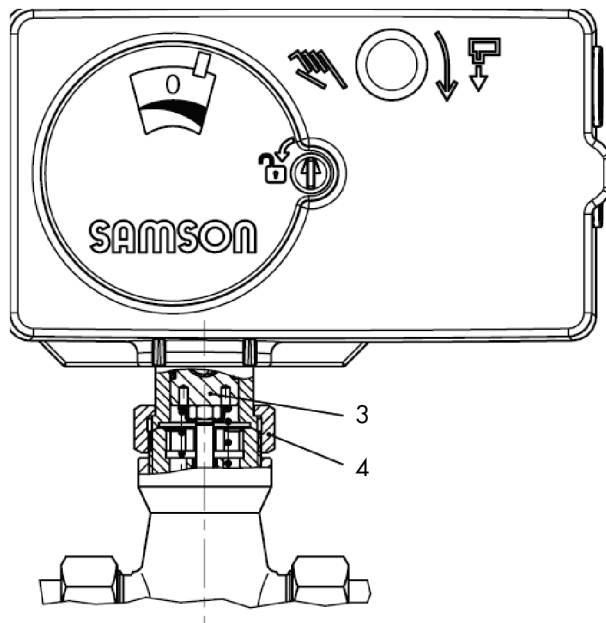
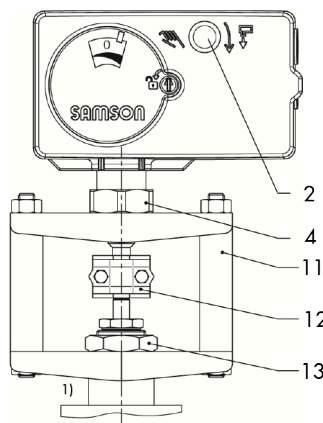

Bild 8: Kraftschlüssiger Anbau mit Überwurfmutter, z. B. an Ventil Typ 3222
Bild 9: Formschlüssiger Anbau mit Kupplung, z. B. mit Joch an Ventil
Der Antrieb wird je nach Ausführung des zugeordneten Ventils direkt oder über ein Joch mit dem Ventil verbunden (vgl. Bild 8 und Bild 9).
5.4.1 Antrieb ohne Sicherheitsfunktion**Kraftschlüssiger Anbau (vgl. Bild 8)**
Formschlüssiger Anbau (vgl. Bild 9)
3. Kegelstange bis zur Antriebsstange hochziehen oder Antriebsstange mit Handsteller (2) ausfahren.
4. Kupplungsschellen (12) aus dem Zubehör an Antriebs- und Kegelstangenende ansetzen und fest verschrauben.
5.4.2 Antrieb mit Sicherheitsfunktion**Kraftschlüssiger Anbau (vgl. Bild 8)****Sicherheitsfunktion mit Sicherheitsstellung Antriebsstange ausgefahren**